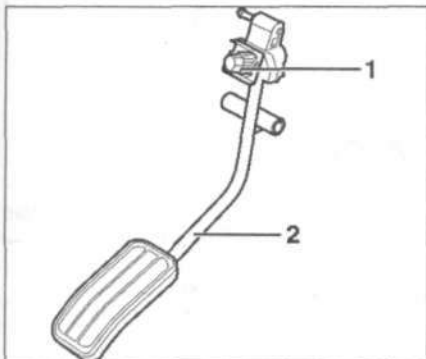

Рис. 4.18. Отрегулируйте положение педали акселератора **2** регулировочным болтом **1**.
6. Если заданное значение не достигается, отрегулируйте положение педали акселератора **2** регулировочным болтом **1** (рис. 4.18).